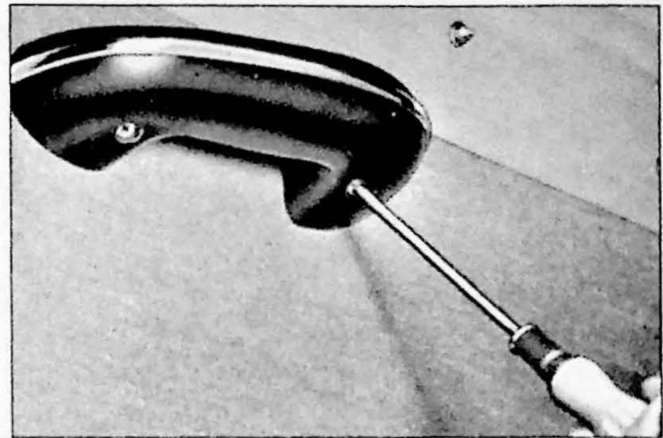

Fig. 15.8. Verwijderen van de armsteun
1. Verwijder de armsteun. Deze is met twee lange parkers gemonteerd in het binnenpaneel van de deur (Fig. 15.8).